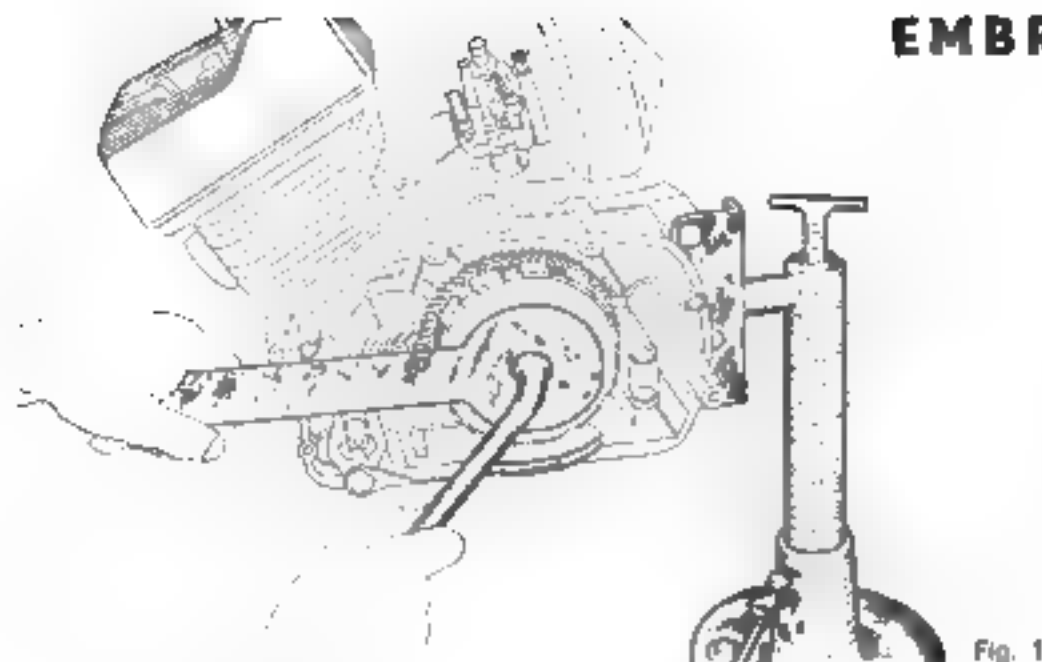

Fig. 1
- Placer l'outil (1909) de maintien embrayage et dévisser l'écrou (clé de 17 mm) (fig. 1).